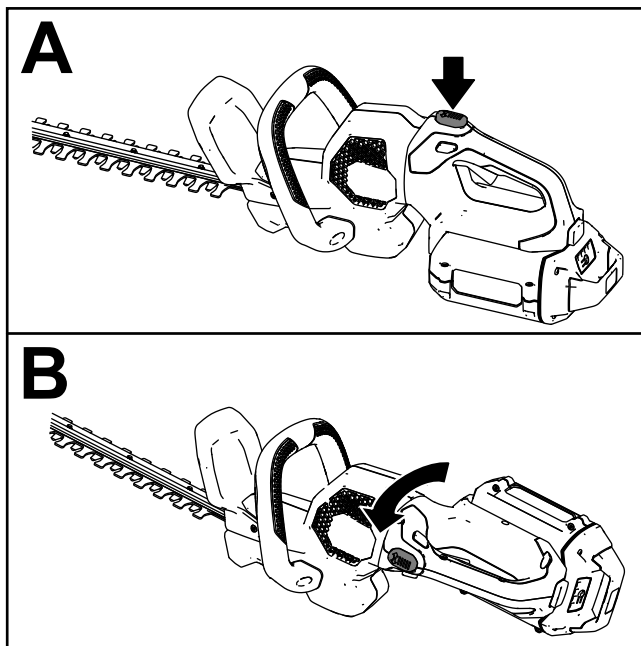

Bild 6
- Halten Sie die drehbare Sperrtaste gedrückt (A in Bild 6).
- Drehen Sie den Holm um 90° nach links oder rechts, abhängig von der gewünschten Schnittrichtung. Lassen Sie die drehbare Sperrtaste dann los, um den Holm in der gewünschten Stellung zu arretieren (B in Bild 6).